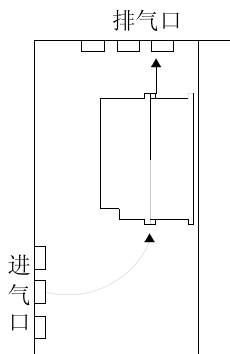

图3.3
- ✓ 软起动器在柜内安装时，除上述要求外，还须选用上、下通风良好的柜体，如图 3.3 所示。